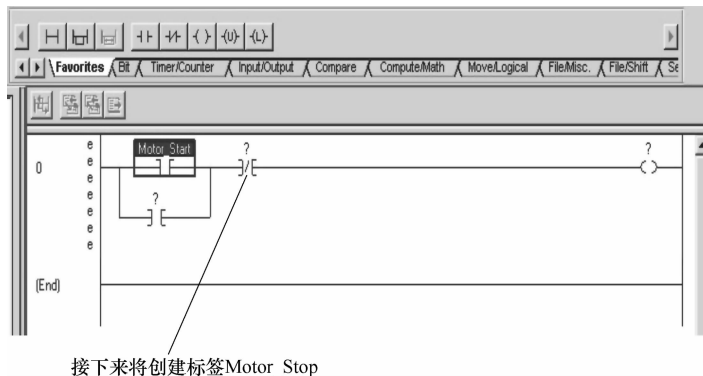

图 1-23 创建断开指令标签
4. 单击“确定”(OK)接受并创建标签。现在梯级将类似图 1-23。